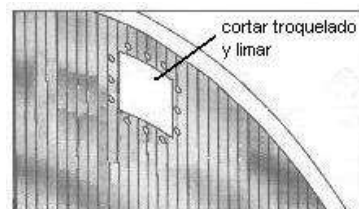

fig. 22
**MUY IMPORTANTE:** Antes de instalar el liner (L), cortar con ayuda de unas tijeras para metal, el agujero para el skimmer. Limar la parte cortada con el fin de eliminar posibles rebabas, fig. 22.